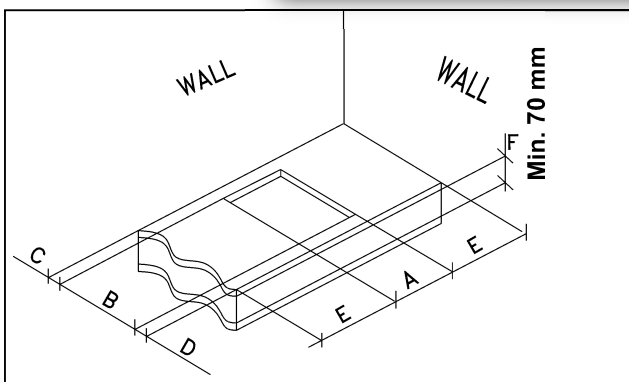

FIG. 7
En la superficie del mueble modular se debe efectuar una abertura con las dimensiones indicadas en la fig. 7, prestando atención en respetar estrictamente las distancias críticas entre la superficie, las paredes laterales, la pared posterior y la superior (véase fig. 7 - 8).
- Para evitar posibles contactos casuales con la superficie del armazón de la encimera, sobrecalentada durante el funcionamiento, es necesario colocar un separador de madera fijado por tornillos a una distancia mínima de 70 mm del borde (fig. 7).